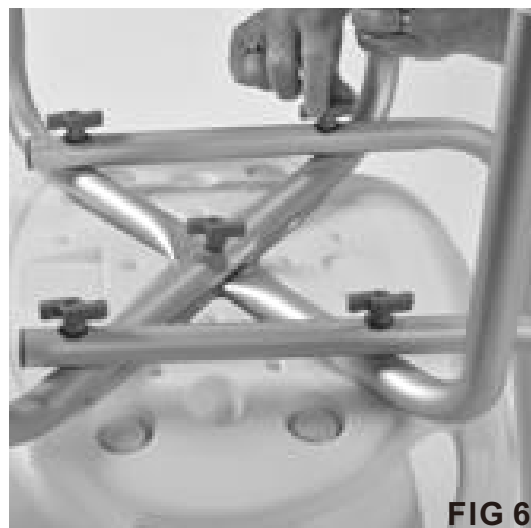

FIG 6
- Repita o processo de fixação da barra de apoio do encosto e do suporte para as pernas em forma de U à parte inferior da cadeira com a segunda barra de apoio do encosto. (Consulte a FIG. 6).